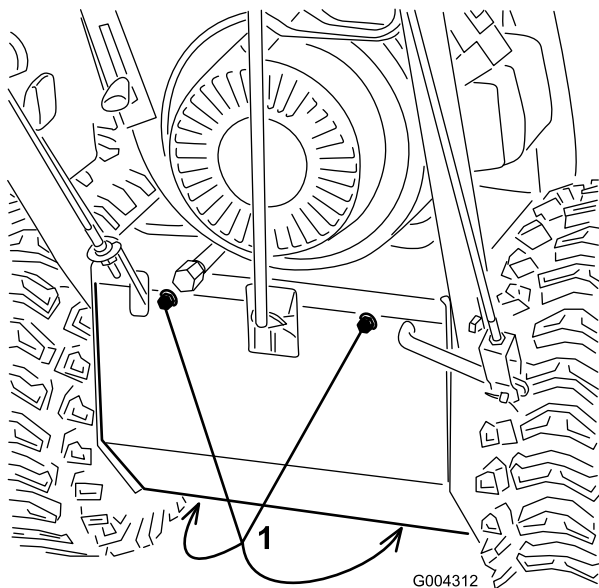

Figure 27
3. Retirez les 4 boulons à embase qui fixent la plaque de protection inférieure au châssis, et déposez la plaque (Figure 27).
3. Retirez les 4 boulons à embase qui fixent la plaque de protection inférieure et déposez la plaque (Figure 27).
6. Retirez les 4 boulons à embase qui fixent la plaque de protection inférieure au châssis, et déposez la plaque (Figure 27).